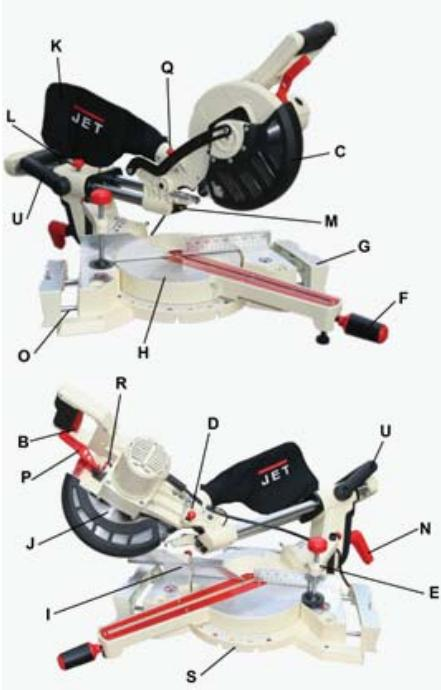

Рис. 1
- Мішок (К, Рис. 1) призначений для збору пилу. Мішок можна приєднати на штуцер у задній частині верстата.
- Пилка постачається із зафікованою пилляльною частиною. Аби розблокувати, витягніть фіксатор (Д, Рис. 1), при цьому натиснувши на саму пилляльну частину.
- Пересуньте затиск (Р, Рис. 1) у бік та за допомогою ручки повільно натисніть на пилляльну частину униз.
- Послабте фіксатор пересування каретки (L, Рис. 1).